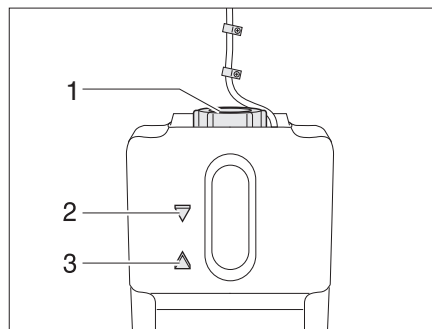

Fig. 359 Recipiente de compensación para la calefacción de agua caliente
- Comprobar si en el recipiente de compensación (Fig. 359) el líquido está entre las marcas "MIN" (Fig. 359,3) y "MAX" (Fig. 359,2).
- Abrir la tapa giratoria (Fig. 359,1) del recipiente de compensación.